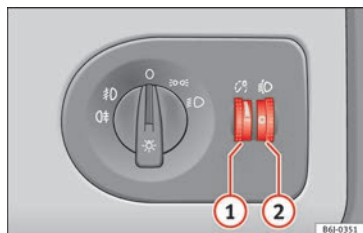

Fig. 90 Plaque de bord : régulateurs d'éclairage des instruments et des commandes et de la portée des phares.
peut toujours être réglée en tournant la molette » **fig. 90 ①**.